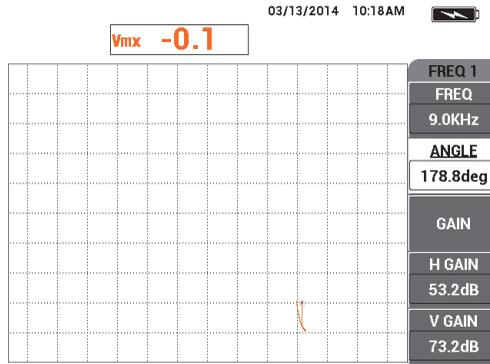

Figura 5-131 Ajuste del valor del ángulo (ANGLE)
29. Mientras mantiene firmemente la sonda sobre la tarjeta de visita, ajuste el ángulo **ANGLE** [tecla de función B] hasta que la señal combinada (naranja) alcance la misma altura que el punto nulo. Vea la Figura 5-131 en la página 239.